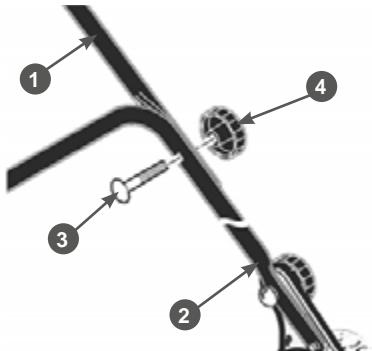

Рис. 5. Крепление верхней части рабочей рукоятки
- Установите верхнюю часть 1 рукоятки в рабочее положение. Совместите отверстия в верхней 1 и нижней 2 частях рабочей рукоятки, вставьте в образовавшееся отверстие болт 3 и закрутите барашковую гайку 4 (Рис. 5).